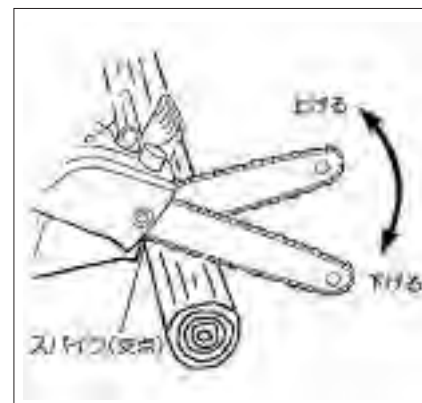

図16
- ④切断材料が大きいときは、スパイクを支点にテコの運動をさせながら切断してください。(図16参照)